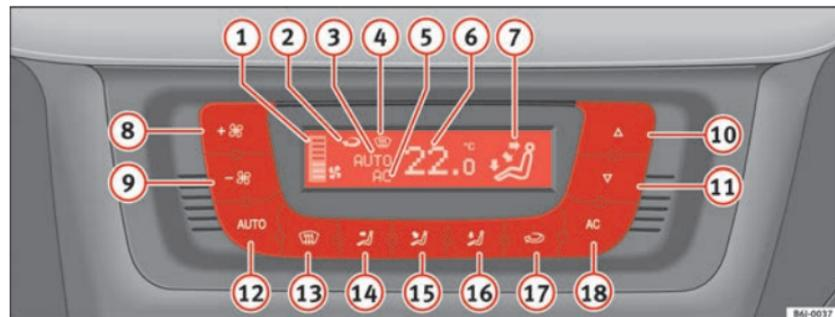

Fig. 92 Mandos del Climatronic en el tablero de instrumentos
- Gire el regulador de la temperatura ⇒ página 131, fig. 92  para ajustar la temperatura.
- Pulse la tecla **AUTO**. Se visualiza la indicación ⇒ página 131, fig. 92 .
- Pulse una de las teclas ⇒ página 131, fig. 92 **14** a **16** o presione el regulador del ventilador **8** y **9**. Se apaga la indicación **3**.
El ventilador puede ajustarse por medio de las teclas **8** y **9** ⇒ página 131, fig. 92. Si el ventilador está apagado (en la pantalla no se indica ningún nivel **1**) y sigue presionando la tecla **9**, se apaga el Climatronic. En tal caso aparecerá **OFF** en la pantalla.
- Pulse la tecla  para conectar o desconectar la recirculación de aire. Está conectada si aparece el símbolo  ⇒ página 131, fig. 92 en la pantalla. ▶